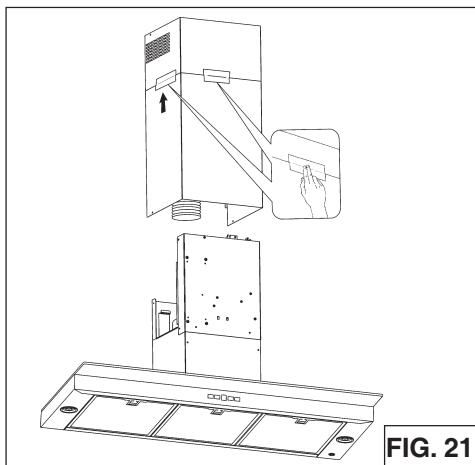

FIG. 21
6. Asegure juntos temporalmente el tubo de humos superior e inferior con cinta para conductos, como se muestra (Fig. 21).